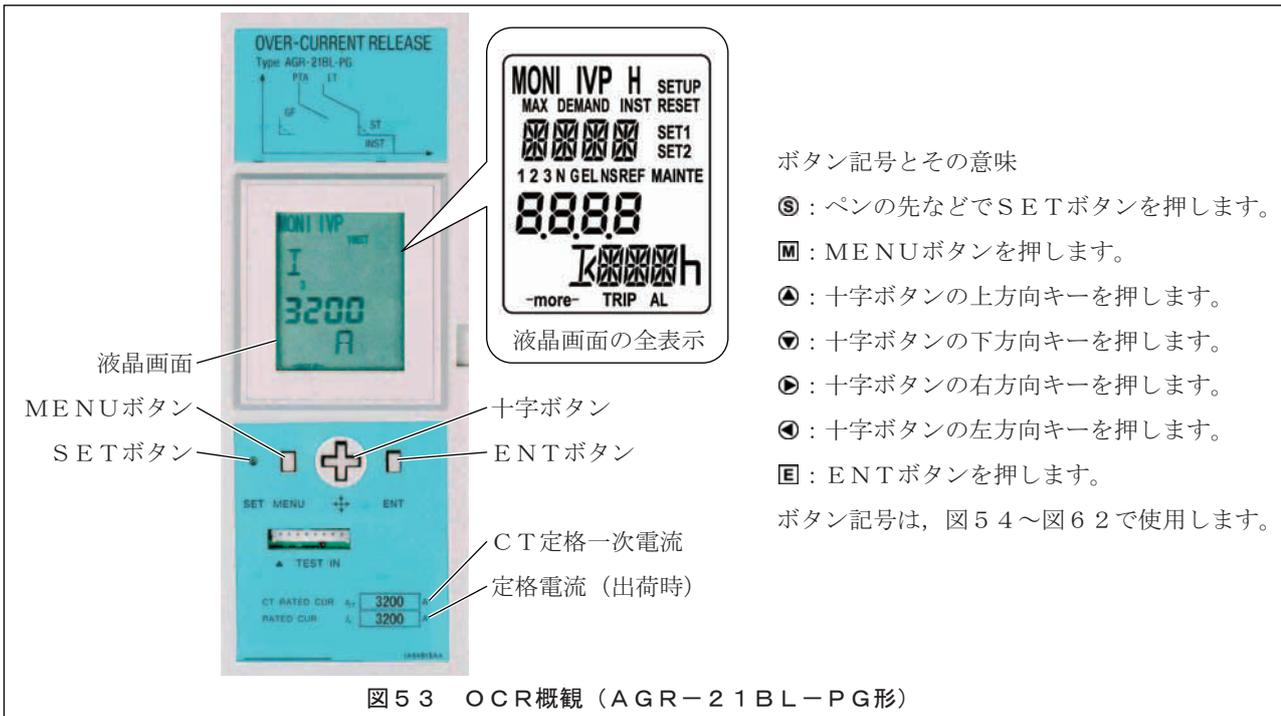

図53 OCR概観 (AGR-21BL-PG形)
- 3) 計測値の表示と特性の設定は、SETボタン、MENUボタン、十字ボタン、ENTボタンの4つのボタンで行います。図53にOCRの概観を示します。